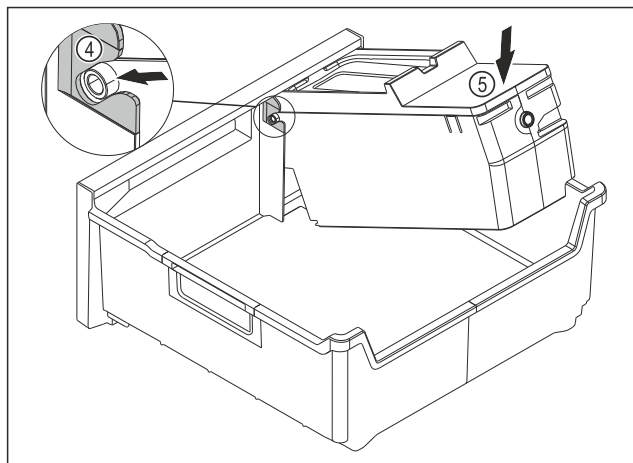

Fig. 115
- Montaż korpusu EasyTwist-Ice: Wsunąć osie korpusu EasyTwist-Ice w prowadnice Fig. 115 (4).
- Docisnąć korpus EasyTwist-Ice Fig. 115 (5) z tyłu do dołu.